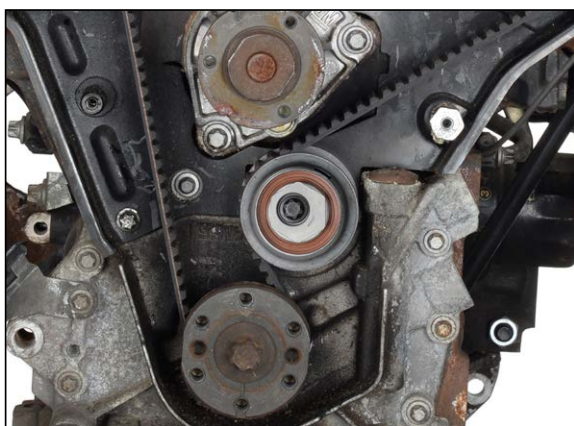

Abb. 17
3. Okrećite ekscentar donjeg skretnog valjka steznim ključem MKM-6038 ili kliještima za pumpu za vodu u smjeru suprotno kazaljci sata dok vrh ekscentra ne bude u položaju koji odgovara položaju kazaljke na 2 sata (Abb. 17).